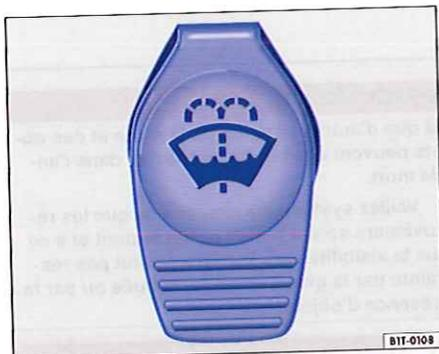

Fig. 95 Dans le compartiment-moteur : bouchon du réservoir de liquide de lave-glace.
- Le réservoir de lave-glace est repéré par le symbole  figurant sur le couvercle => fig. 95.